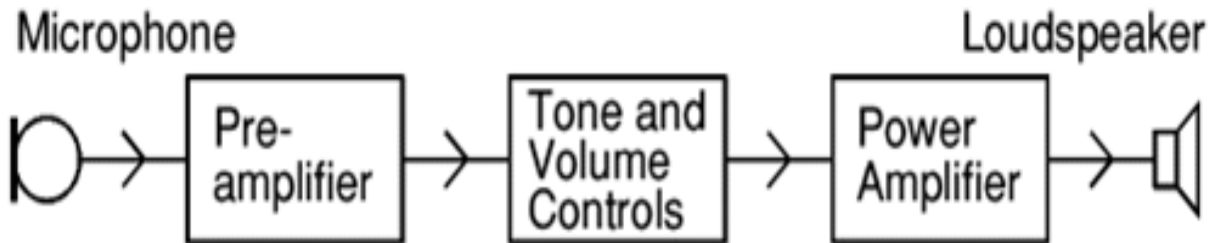

Figure no 1.1: Mono-amplifier
- Figure no 1.1 मध्ये मोनो अॅम्प्लिफायरचा ब्लॉक डायग्राम दाखवली आहे. त्यात समाविष्ट आहे –